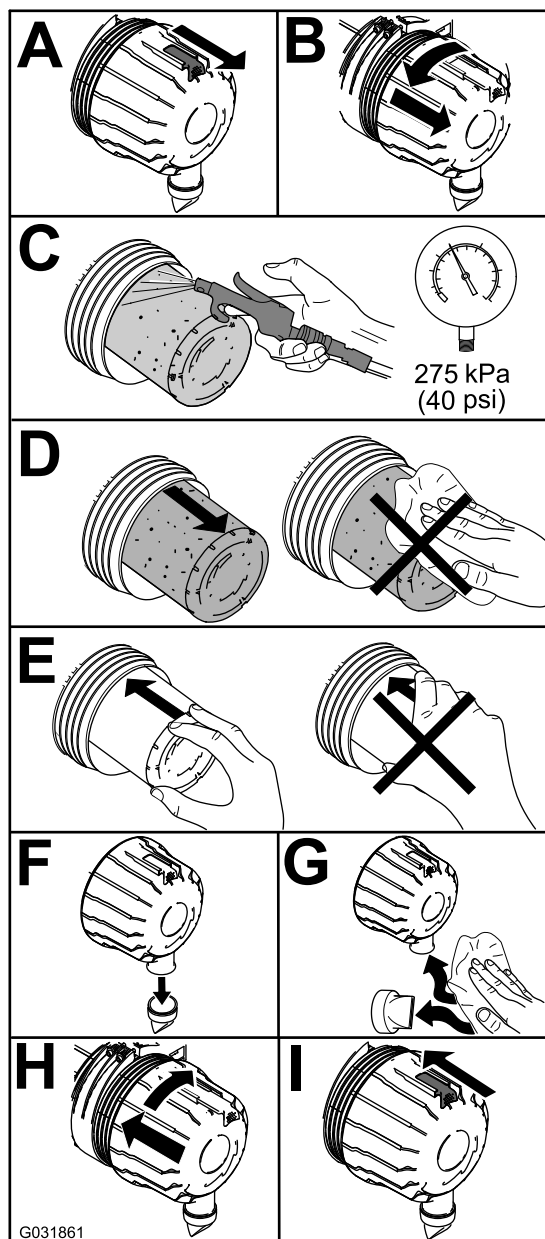

Figura 91
1. Sostituite il filtro dell'aria (Figura 91).